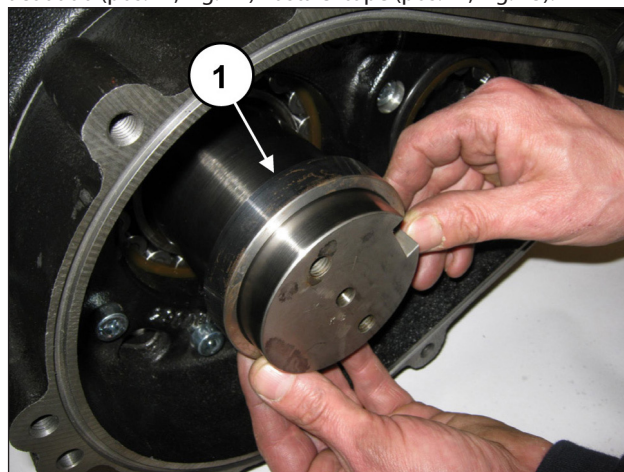
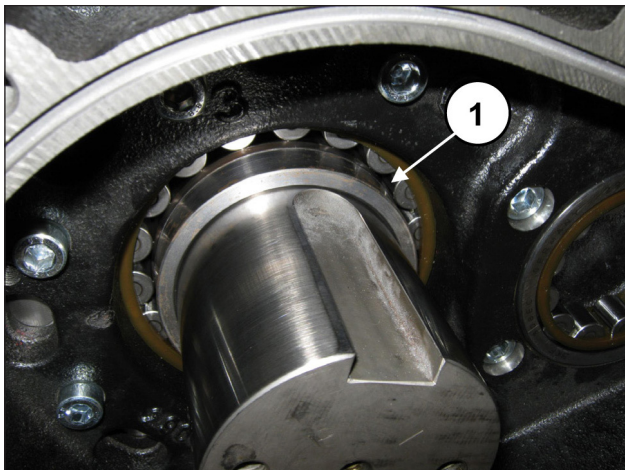

Fig. 72
Fig. 73
Ajustar los tornillos con la llave dinamométrica como se indica en el capítulo 3 CALIBRACIÓN DE AJUSTE DE LOS TORNILLOS. Introducir la anilla de apoyo de la corona en el codo del eje acodado (pos. ①, Fig. 72) hasta el tope (pos. ①, Fig. 73).